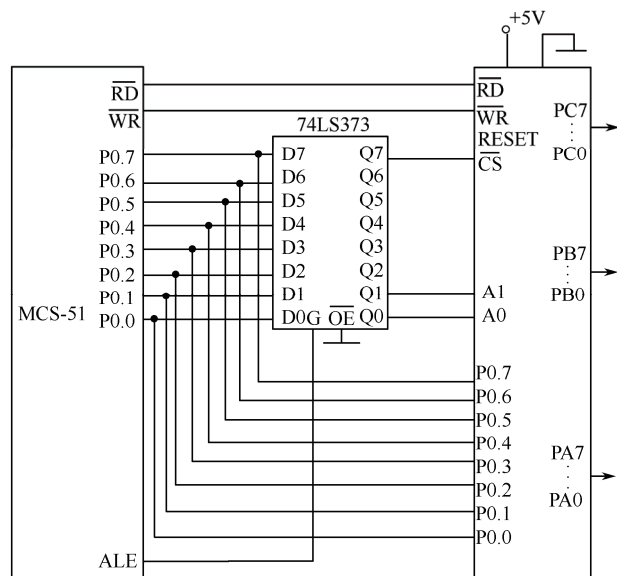

图 9.19 82C55 端口同 MCS-51 单片机接口电路
如图 9.19 所示为 MCS-51 扩展一片 82C55 的电路。P0.1、P0.0 经 74LS373 与 82C55 的 A1、A0 连接；P0.7 经 74LS373 与片选端  $\overline{CS}$  相连，其他地址线悬空；82C55 的控制线  $\overline{RD}$ 、 $\overline{WR}$  直接与单片机的  $\overline{RD}$  和  $\overline{WR}$  端相连；单片机的数据总线 P0.0~P0.7 与 82C55 数据线 D0~D7 连接。
图 9.19 中，82C55 只有 3 条线与 MCS-51 地址线相接，片选端  $\overline{CS}$ 、端口地址选择端 A1、A0，分别接于 P0.7、P0.1 和 P0.0，其他地址线全悬空。显然，只要保证 P0.7 为低电平时，即可选中 82C55；若 P0.1、P0.0 再为“00”，则选中 82C55 的 PA 口。同理 P0.1、P0.0 为“01”、“10”、“11”分别选中 PB 口、PC 口及控制口。
**【例 9.10】**如图 9.19 所示，利用 MCS51 单片机外扩一片 82C55 芯片，并控制其 PB 口的 8 个引脚输出 250Hz 的方波。